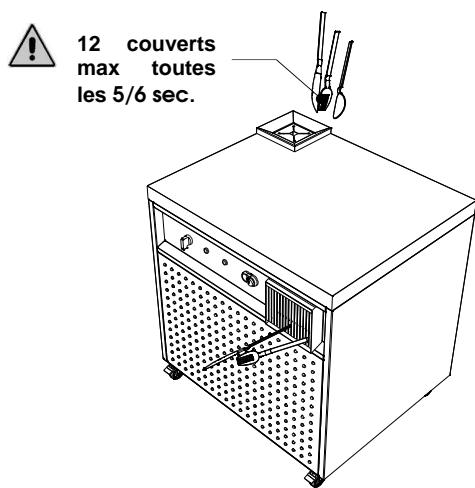

Figure 7 – insertion des couverts dans le SÉCHOIR À COUVERTS modèle JET
3. Toutes les 5/6 secondes, en fonction du nombre de couverts prévus par type de modèle, introduire les couverts dans la machine à travers l'ouverture (figures 7 et 8).